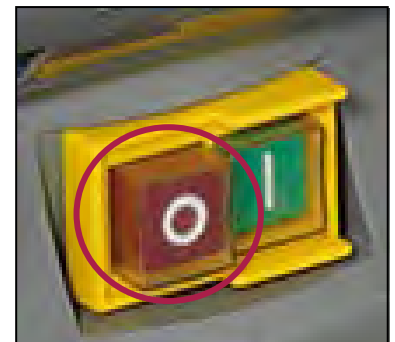

Figura 12 – Dettaglio interruttori.
Il pulsante rosso (0) a sinistra, serve per lo spegnimento (stop) della smerigliatrice da banco (Figura 12). Attraverso questo pulsante, viene tolta l'alimentazione al motore elettrico e viene così fermata la rotazione degli utensili.
5. Terminata l'operazione, spegnere la macchina premendo il pulsante di stop rosso (vedere la Figura 12).
3. Terminata l'operazione, spegnere la macchina premendo il pulsante di stop rosso (vedere la Figura 12).